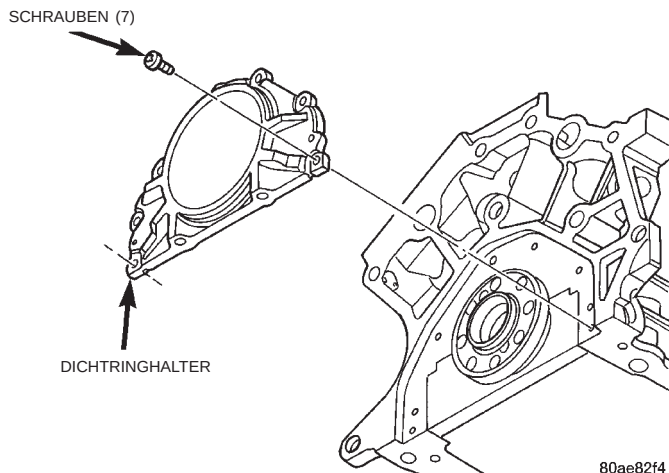

Abb. 85 Wellendichtringhalter
(1) Hinteren Kurbelwellendichtring und Ölwanne ausbauen. Näheres hierzu siehe entsprechende Anleitung in diesem Abschnitt.
(2) Befestigungsschrauben des Dichtringhalters herausdrehen.
(3) Dichtringhalter abbauen (Abb. 85).